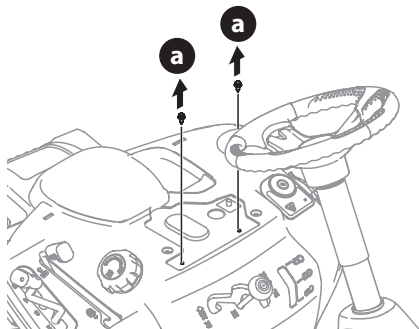

Figure 7
2. Retirez les deux vis autotaraudeuses (a) installées en usine sur la tondeuse à siège (Figure 7).